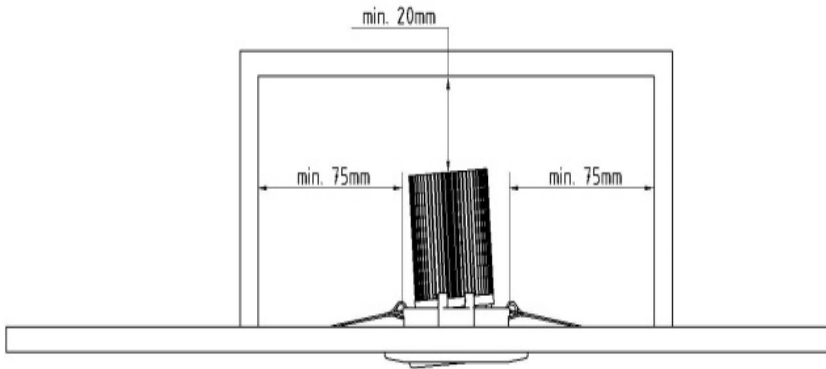

Abb.:1
- Das Produkt ist zur direkten Befestigung auf normal entflammaren Oberflächen bestimmt., z.B. auf Holz und Werkstoffen auf Holzbasis mit mehr als 2 mm Dicke. Der Einbauraum muss genügend Platz zur Verfügung stellen (Abb.:1).